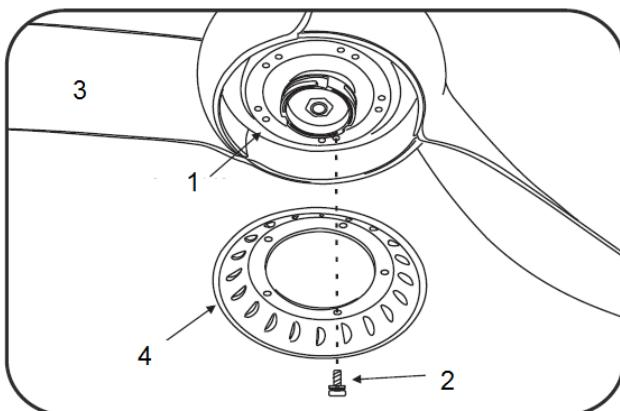

Fig. 8
- Aligner les trous sur le volant moteur (4) et le moteur (1) du ventilateur et sécuriser avec les vis (5) du volant-moteur fournies. (Fig.8)